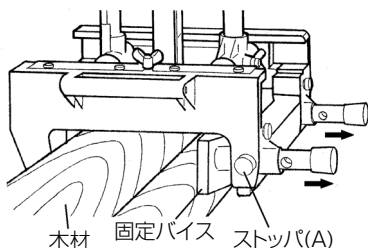

図 24
(図 24)
- 幅 242 mm 以上 303 mm 以下の木材のときは、固定バイスの内側の穴を利用します。(図 24 参照)